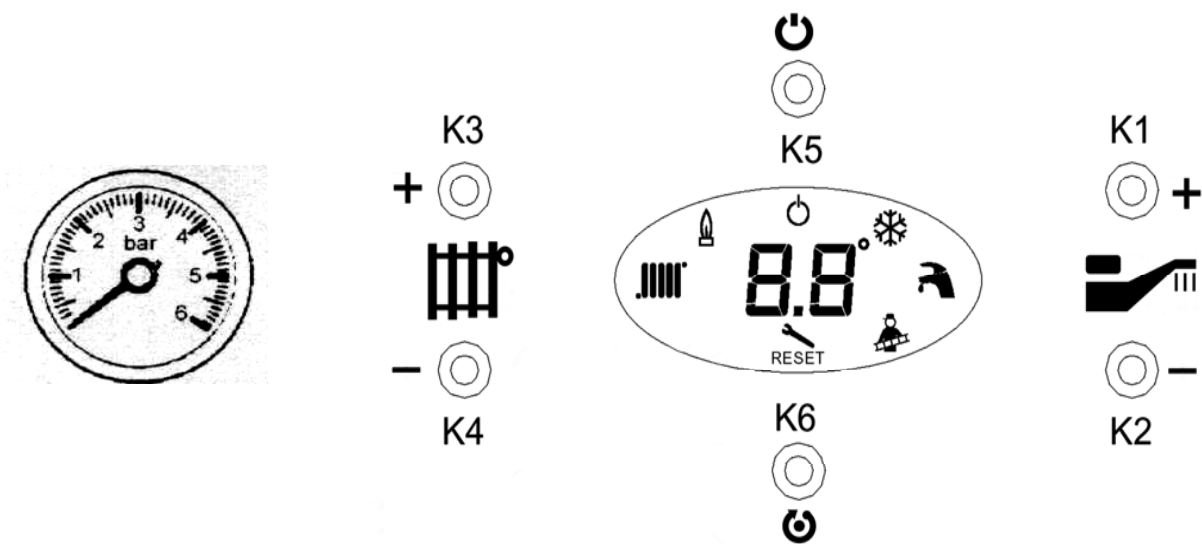

Рис. 8. Панель управления котлом
В левой части панели управления (рис. 8) расположен манометр, показывающий давление в контуре отопления. Периодически проверяйте значение давления и, если оно станет ниже 1,5 бар, пополните контур отопления водой. Как это сделать описано в разделе 6 (п. 6.1.) настоящего руководства.
1. Откройте газовый кран перед котлом, проверьте, открыты ли краны на прямой и обратной линиях отопления, включите котел, нажав кнопку K5 (см. рис. 8). Котел начнет работу в режиме отопления (индикатор мигает). Нажмите кнопку K5, чтобы на дисплее загорелись символы и .